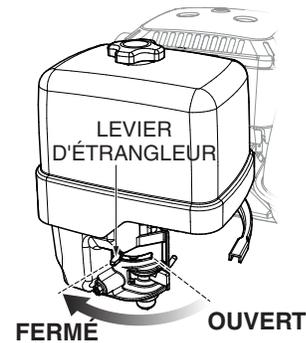

Figure 14. Levier du starter (fermé)
3. Placer le levier d'étrangleur (Figure 14) dans la position « **FERMÉ** » lors du démarrage d'un moteur froid.